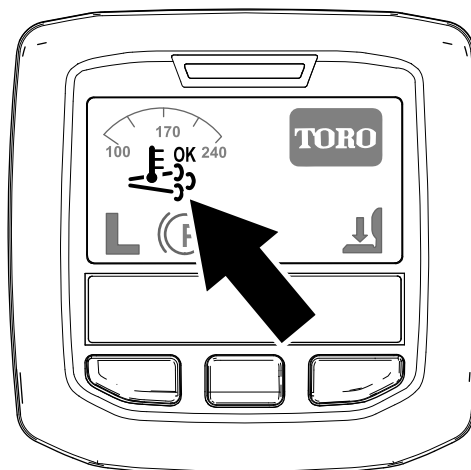

Рисунок 33
- Значок активной регенерации / регенерации со сбросом отображается на дисплее инфо-центра (Рисунок 33).